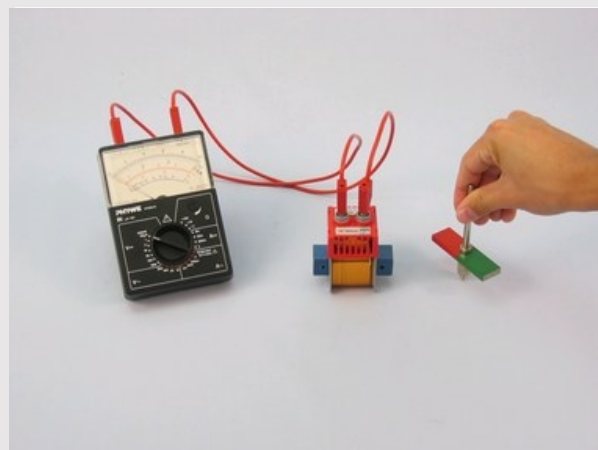

Рис. 4
- Замість двох котушок на 400 витків підключіть до вимірювального приладу 1 котушку на 1600 витків (див. рис. 4). Вставте ярмо в котушку і поверніть магніт поруч з котушкою. Порівняйте відхилення стрілки з відхиленням (п. 2) і запишіть свої спостереження в протоколі в розділі "Результат - Спостереження 5".